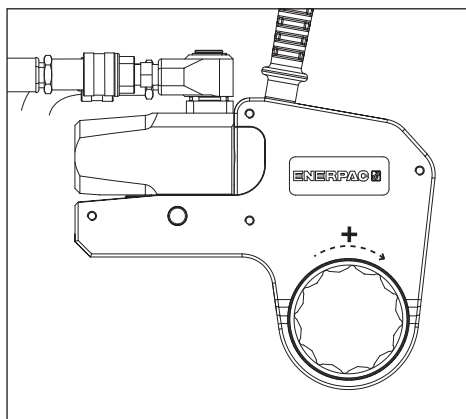

Fig. 7
4.3.1 Åtdragning av mutter eller bult (Fig. 7 och 8)
- Placera mothållet (17) mot en lämplig mothållspunkt (18). Mothållspunkten håller emot den kraft som verktyget alstrar.